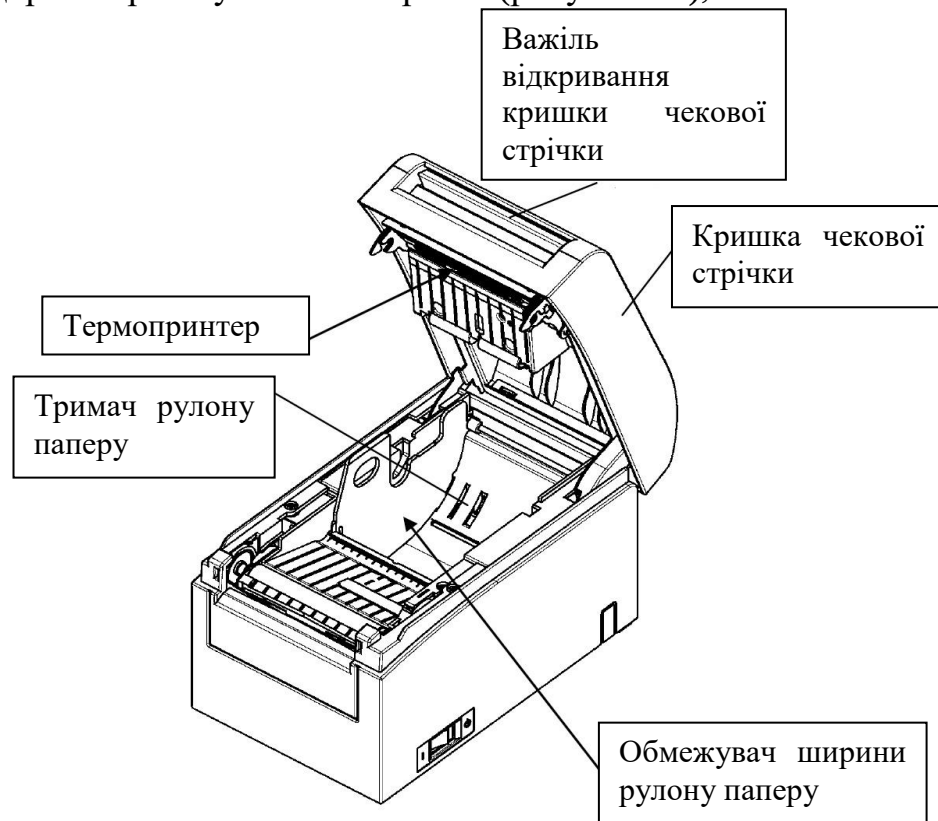

Рисунок 10
- відкрити кришку чекової стрічки (рисунок 10);